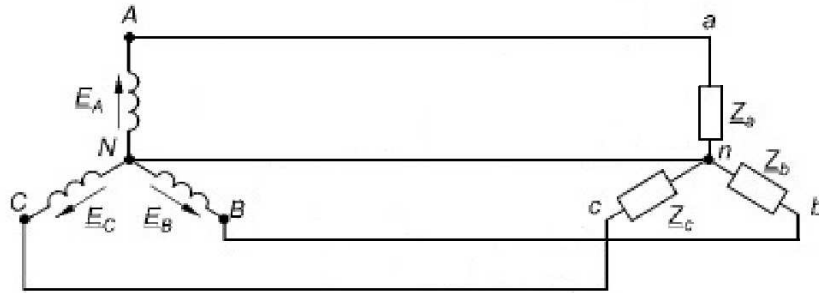

Рис. 3.2.
- 1.3. Собрать связанную трехфазную электрическую цепь с нейтральным проводом по схеме на рис. 3.2. Сопротивления  $Z_a$ ,  $Z_b$ ,  $Z_c$  выбираются из набора сопротивлений комплектующих лабораторного стенда УИЛС-1 исходя из обеспечения симметричной и несимметричной нагрузки.
- 1.4. Измерить фазные напряжения и токи во всех фазах цепи для вариантов схемы (рис. 3.2) с симметричной и несимметричной нагрузкой. Результаты записать в таблицу 3.2.
- 1.5. Измерить линейные напряжения цепи для вариантов схемы (рис. 3.2) с симметричной и несимметричной нагрузкой. Результаты записать в таблицу 3.3.